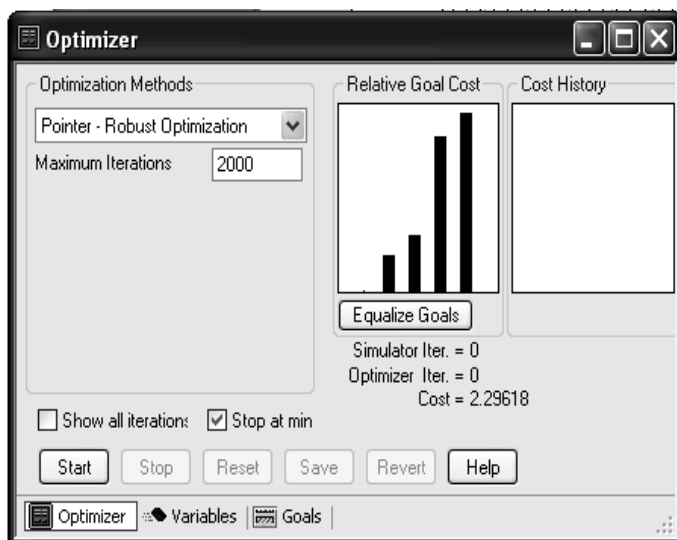

Рис.1.87
9. Выберите в меню **Simulate>Optimize**. В открывшемся окне (рис. 1.87) выберите метод оптимизации **Pointer-Robust Optimization**, введите число итераций **2000** и нажмите **Start**.